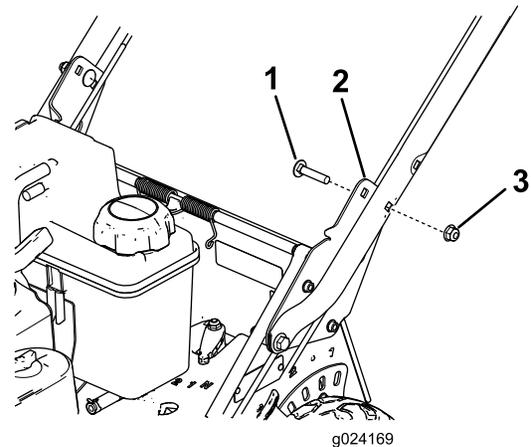

Figura 6
2. Soporte del manillar (2)
6. Sujete el manillar a los soportes del manillar en la posición de altura deseada con 2 pernos de cuello cuadrado (5/16" x 1-1/2") y 2 tuercas con arandela prensada (5/16"), según se muestra en Figura 6.